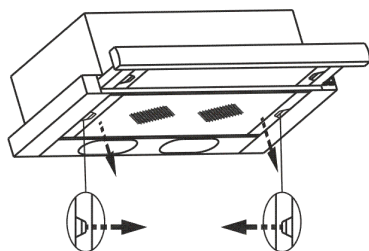
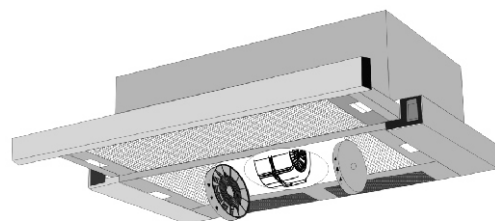

рис. 7
рис. 8
8.3 Для очистки алюминиевого фильтра извлеките его из вытяжки (рис. 7) и произведите его очистку с помощью щетки водным раствором нейтрального моющего средства вручную или в посудомоечной машине (при 60°C). Сильно загрязненный фильтр не следует мыть в посудомоечной машине. Старайтесь не сгибать фильтр при мойке.
6.5 Режим «рециркуляции»: - снимите алюминиевый фильтр, для этого нажмите на пружинный замок на фильтре и потяните его вниз и на себя (рис. 7); - установите два угольных фильтра см. табл. 1 и (рис. 8), предварительно удалив с них упаковочную пленку;
Угольные фильтры устанавливаются на защитные решетки корпуса вентилятора, путем легкого нажатия и поворота (рис. 8). Фильтрация воздуха осуществляется с помощью двух угольных фильтров, затем очищенный воздух возвращается в помещение.